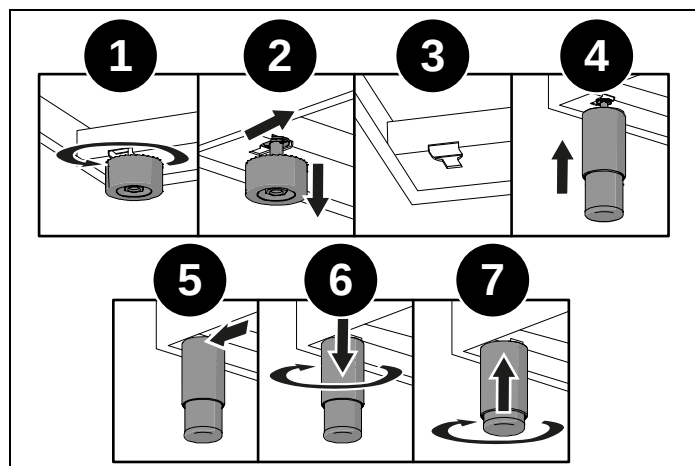

Fig. 4
- demonteer de steunen (1 en 2, Fig. 4),
- steek de voetjes in de sleutelvormige uitsparing in de onderkant van het apparaat (3 en 4, Fig. 4),
- schroef de voetjes vast tot ze stevig vastzitten aan de basis (5 en 6, Fig. 4),
Breng de voetjes op de juiste hoogte (7, Fig. 4).
Zorg ervoor dat de voetjes niet worden geforceerd bij het neerzetten van het apparaat (Fig. 4). Geadviseerd wordt om een vulstuk op de basis of een pallet te gebruiken, om te voorkomen dat het fornuis kantelt.